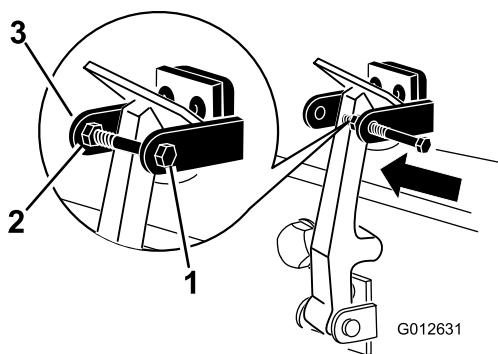

Figura 8
8. Aperte o parafuso no outro braço do suporte do trinco do capot e prenda o trinco na posição (Figura 8).